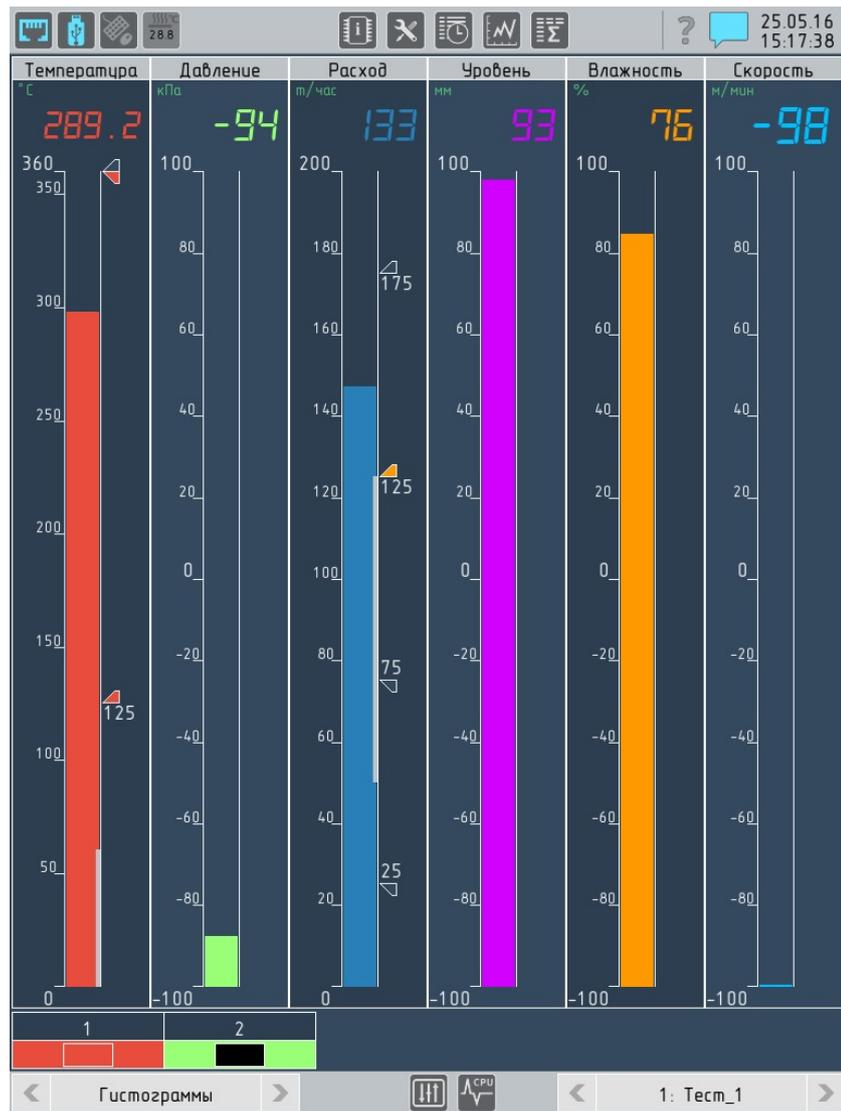

Рисунок 4.10 – Режим Гистограмма малая группа, цветовая идентификация
- ▶ гистограммы – группа гистограмм (см. рисунок 4.10);
Режим позволяет выводить результаты измерений для группы каналов в виде ряда окон гистограмм, которые могут дополняться индикаторами состояния дискретных объектов расположенными в нижней части экрана (см. рисунок 4.10), количество и группировка объектов аналогично режиму цифры.